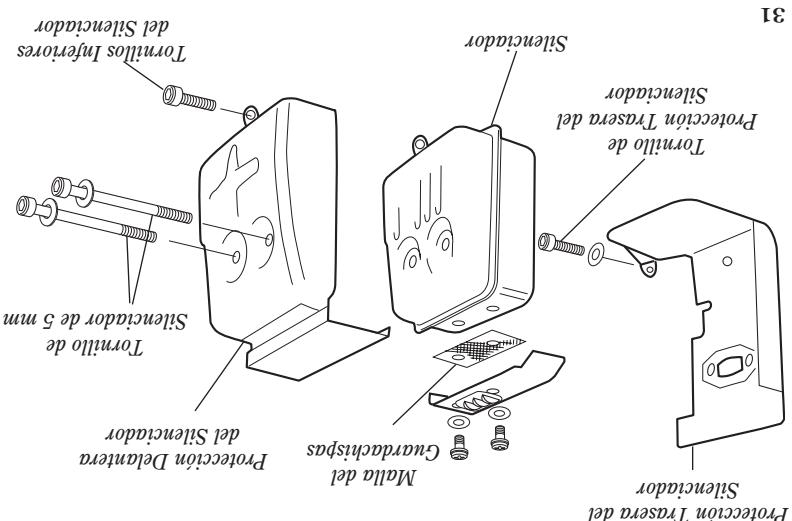

Figura 31
- Use un gancho de alambre para extraer el filtro de combustible del tanque de combustible. Consulte la Figura 31.